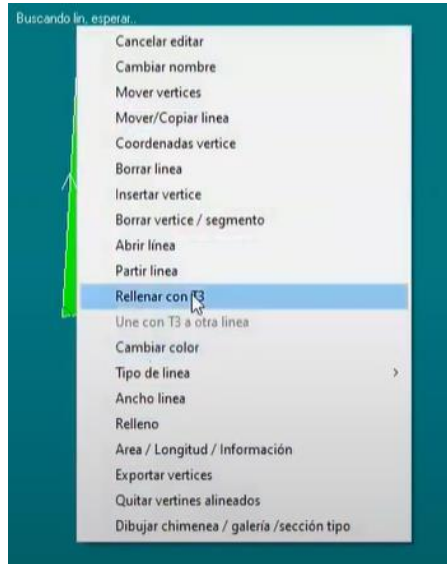

Figura 334. Rellenar T3.
40. Para que la poligonal tenga relleno, con la opción “Editar líneas” activa, dar clic en cualquier vértice y seleccionar la opción “Rellenar con T3”. Figura 334.